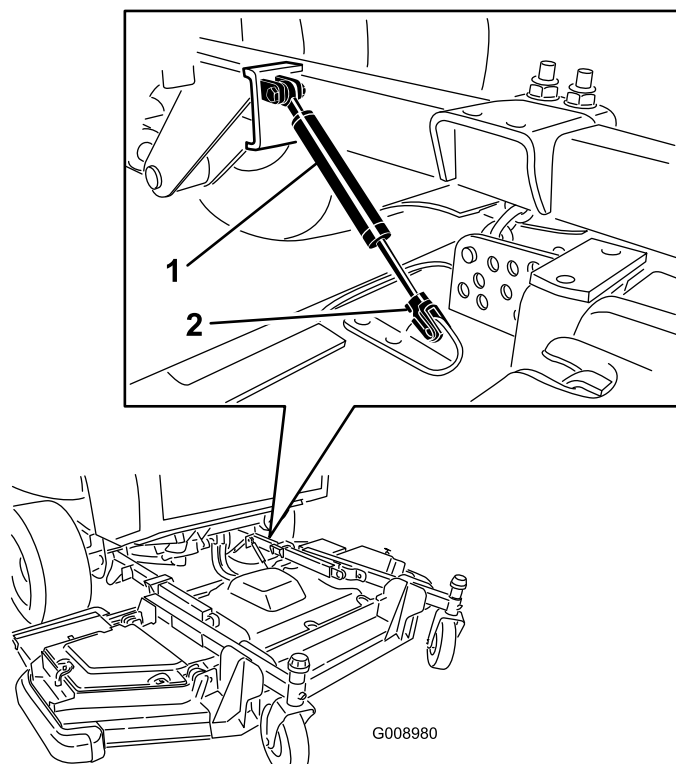

図 136
3. 刈り込みデッキのダンパアセンブリを固定しているリテーナクリップを抜いてアセンブリを外す 図 136。